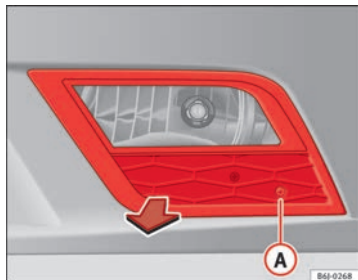

Fig. 187 Farol de nevoeiro
- Retire o parafuso ⇒ Fig. 187 **A** da grelha do farol de nevoeiro, utilizando uma chave de fendas.